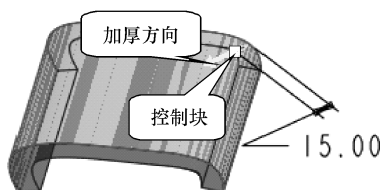

图 8-85 加厚方向
- 厚度方向：有 3 种方向，朝曲面正法线方向、朝曲面负法线方向和向两侧均匀加厚，通过按钮对话框中的【反转】按钮切换厚度方向，也可以通过按钮图形区的黄色箭头或者拖动方向距离控制块实现，如图 8-85 所示。
过按钮对话框中的【反转】按钮切换厚度方向，也可以通过按钮图形区的黄色箭头或者拖动方向距离控制块实现，如图 8-85 所示。